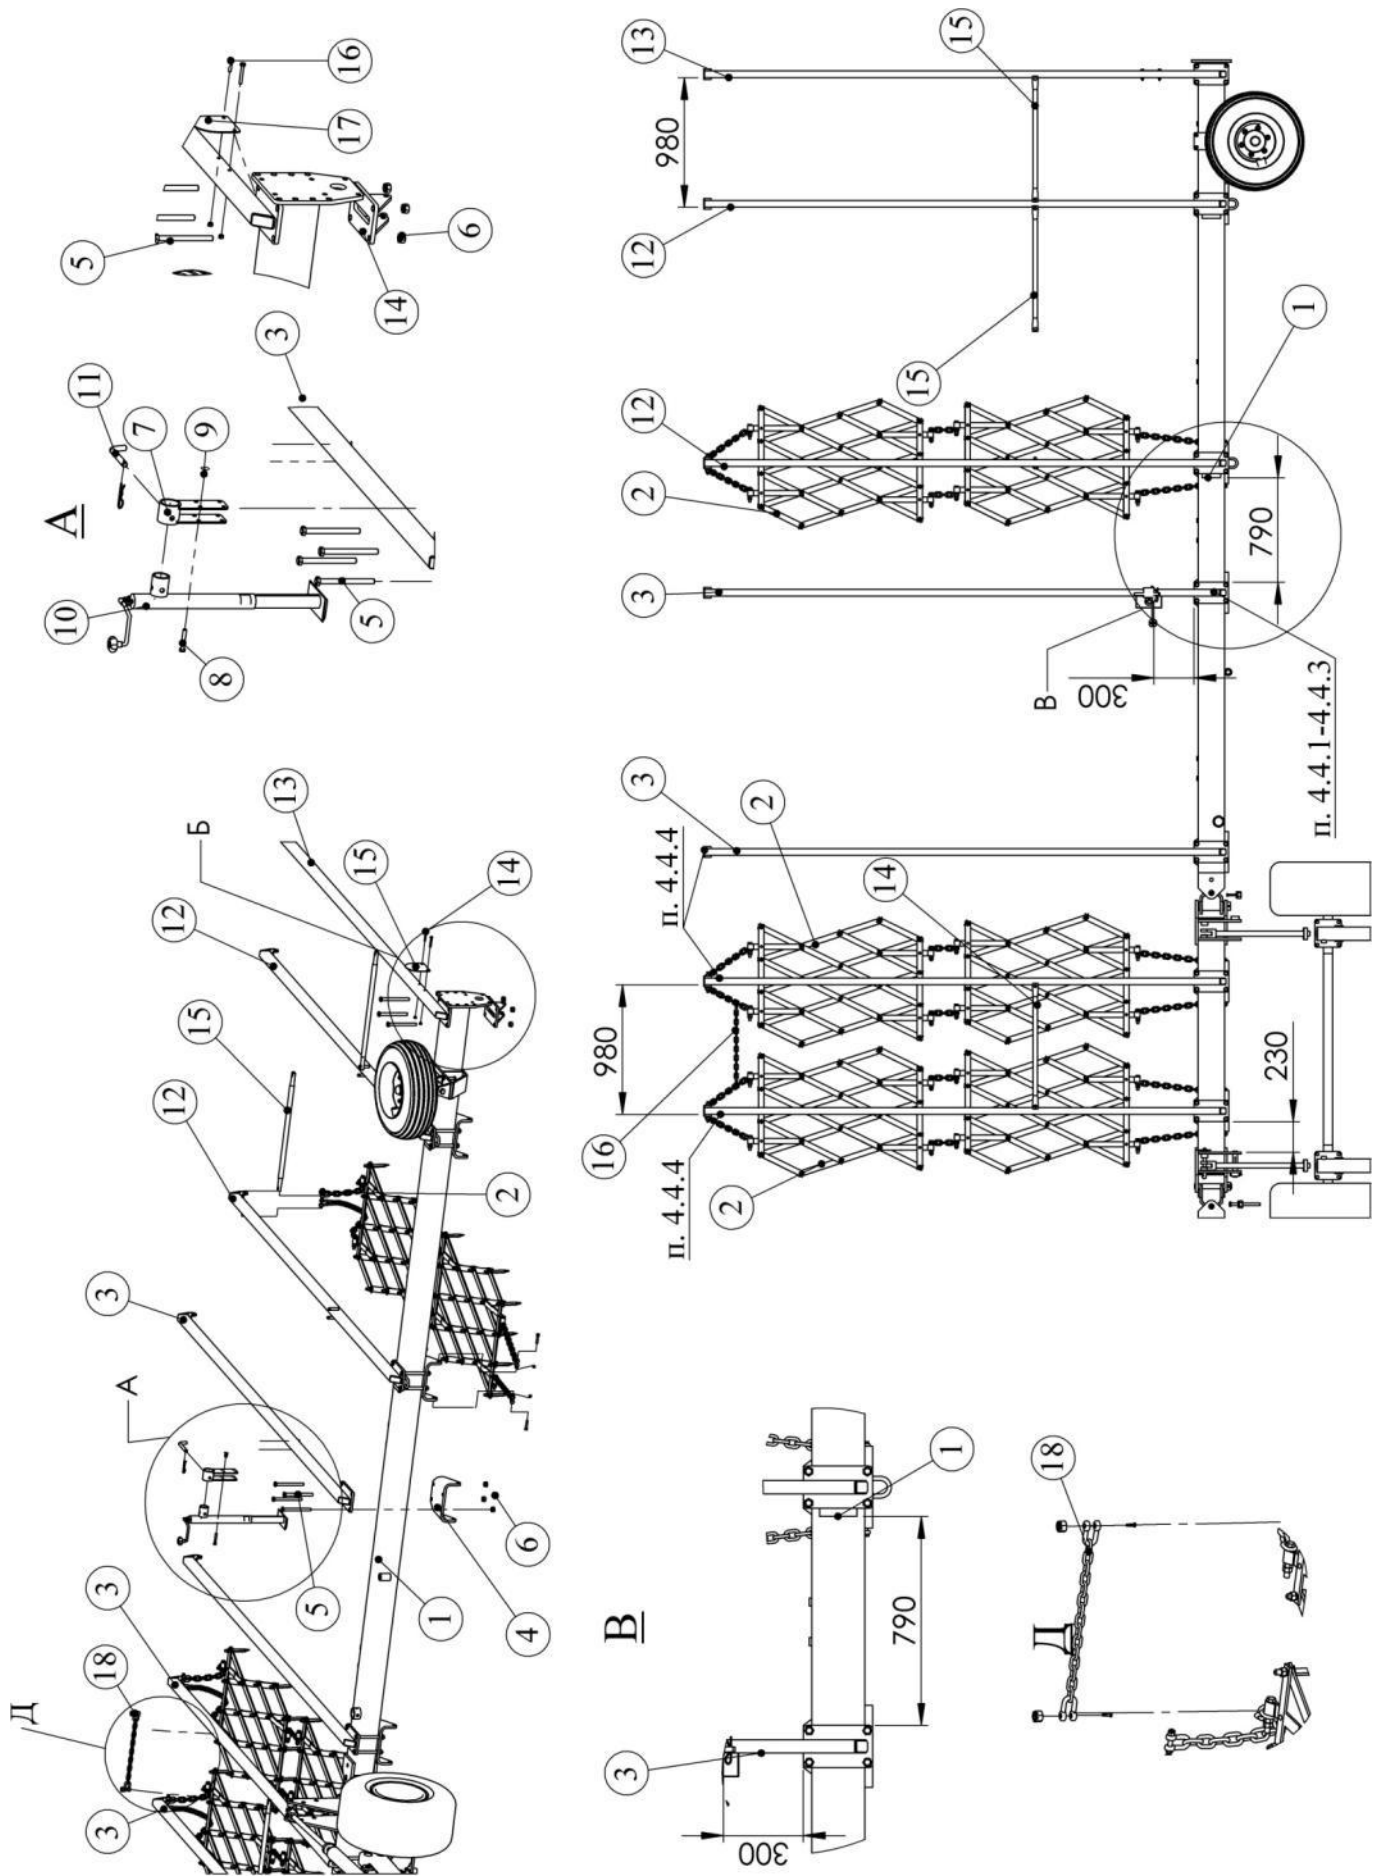
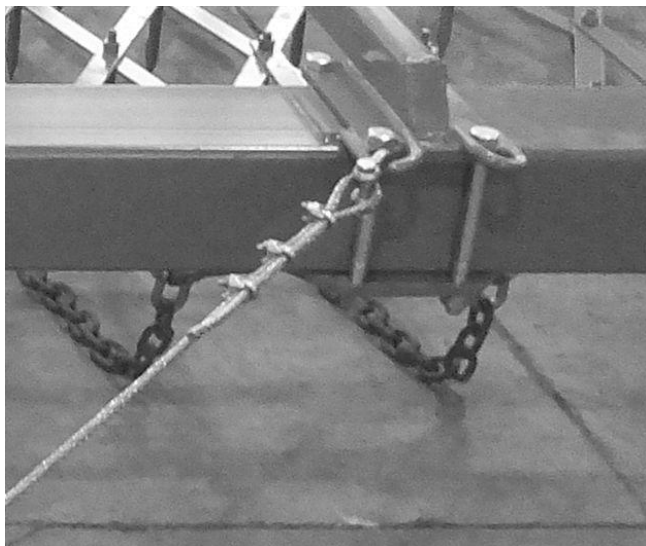
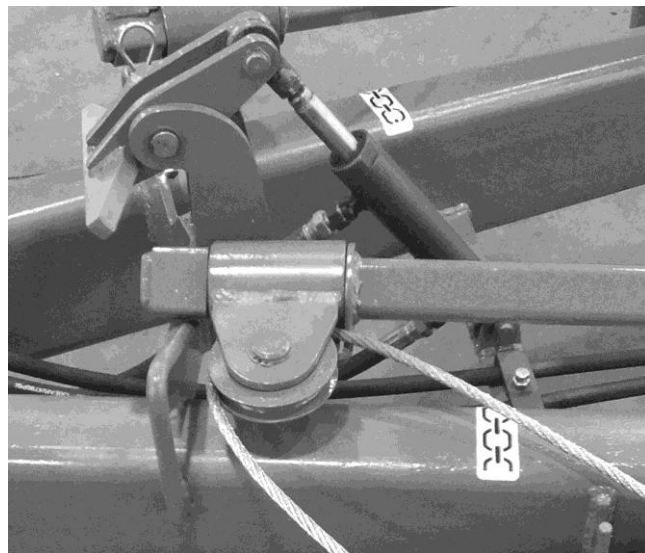

Рис. 4.4.1. Установка балок борон.
Рис. 4.4.2. Крепление растяжки
Рис. 4.4.3. Блок коромысла
4.4.1. От оси крепления распорки заднего хода (1) отступите 520 мм, сделайте метку. Расположите сцепку борон (2) примерно напротив этой отметки. Прикрепите балку бороны (3) (исполнение 00), при этом внутренняя сторона фланца должна находиться на этой отметке. С обратной стороны балки боковой закрепите скобу (4), используя четыре болта M20x220 (5), гайки и шайбы пружинные (6) (см. рис. 4.4.1 и 4.4.2).
4.4.2. От фланца отступите 300 мм и прикрепите опору для домкрата (7) на балку продольную четырьмя болтами M12x80 (8), гайками и шайбами пружинными (9) (рис.4.4.1, А, Б). Втулку опоры желательно расположить над балкой для уменьшения загрязнения. Закрепите домкрат (10) вертикально, используя стопорный палец Ø16 (11) и чеку. Регулируя высоту домкрата, установите боковую балку бороны горизонтально.
4.4.4. Аналогично закрепите остальные балки исполнения 00 (3) со сцепками борон к центральной и боковой балкам, выдерживая размеры, указанные на рисунках. Расстояние от кронштейна до фланца балки бороны 230 мм. **Межосевое расстояние между балками 980 мм.** Закрепите балки исполнения 01 (12) и исполнения 02 (13). Обратите внимание, что балка (12) ставится в упор к пластинам, приваренным на балке продольной (рис.4.4.1, В), а балка (13) – крайняя левая на левой боковой балке (рис.4.4.1, Г).
4.4.7. Скрепите между собой перемычкой цепной (16) в задней части сцепки борон на центральной части и на крыльях (рис.4.4.1, Д). Соседние сцепки борон на крыле и центральной части скреплять не надо.
4.4.8. Установите растяжку тросовую (17) на балки продольные (12) (рис. 4.4.1 и рис. 4.4.2), пропустив через блок коромысла (см. рис. 4.4.3.). При необходимости ослабьте гайки на растяжке и отрегулируйте длину таким образом, чтобы центральная и боковые балки были параллельны, затяните гайки обратно.